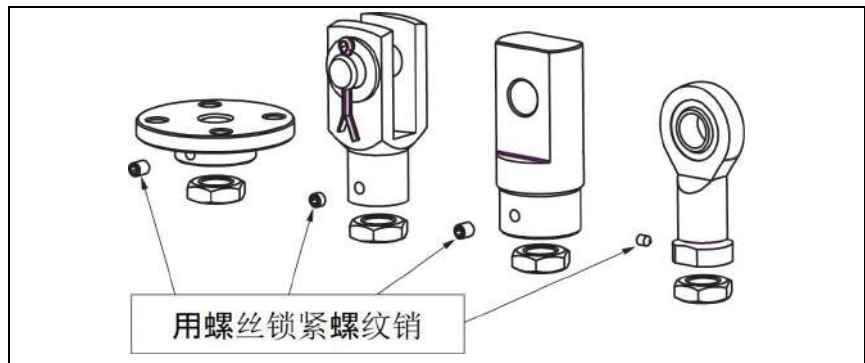

图 9: 设定位置后固定部件，例如固定法兰，叉端，枢轴轴承端，杆端
3. 带有垫圈的细长孔上的ZE和Z系列 规格50、100和150的螺钉（例如根据DIN 1441）。安装主轴头（参见图9），用螺丝锁紧固定锁紧螺丝（例如Loctite）并安装锁紧螺母（最大规格至100）。